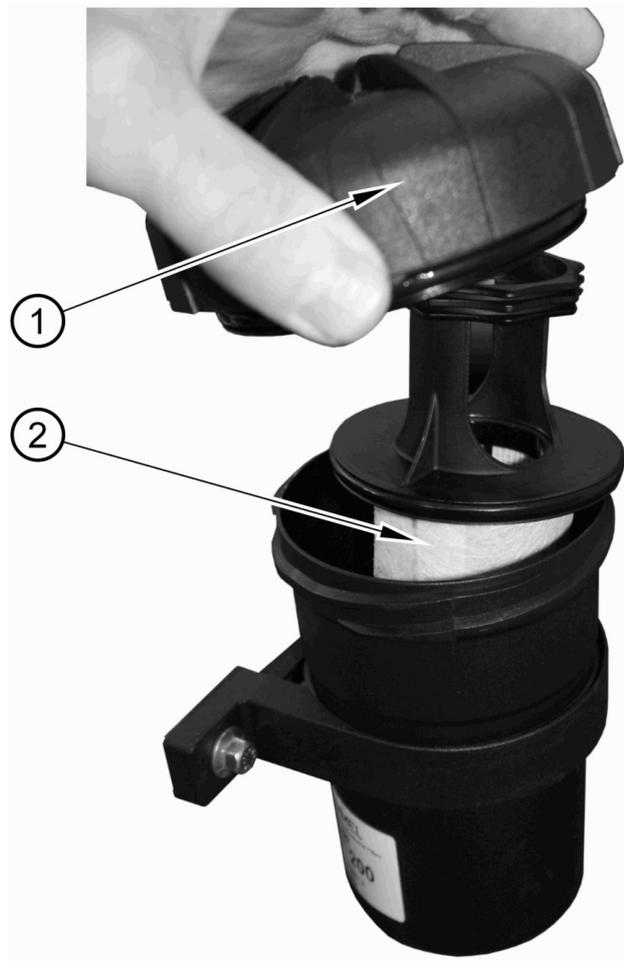

Abbildung 24
2. Schrauben Sie den Lüfterdeckel (Abbildung 24 Nummer 1) vom Hauptgehäuse ab.
3. Entfernen Sie das Filtergehäuse (Abbildung 24 Nummer 2) und entsorgen Sie es.